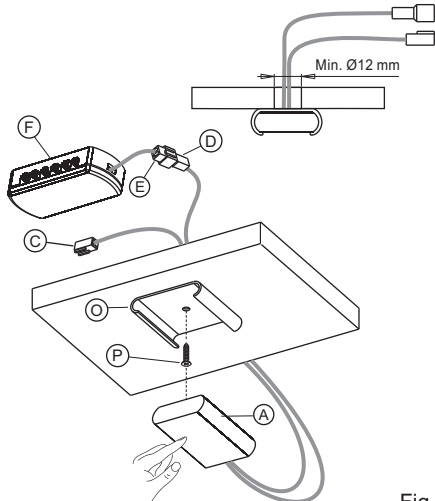

Fig 2
- For installation with support (O) to fix the same to the mounting surface using the supplied screw (P) and attach the DOT as in Figure 2
- Für die Installation mit Unterstützung (O) gleich an der Montagefläche zu befestigen Sie die mitgelieferten Schraube (P) und befestigen Sie die DOT wie in Abbildung 2 verwendet wird.
- Pour une installation avec le support (O) pour fixer le même à la surface de montage en utilisant la vis fournie (P) et fixer le DOT comme dans la figure 2.